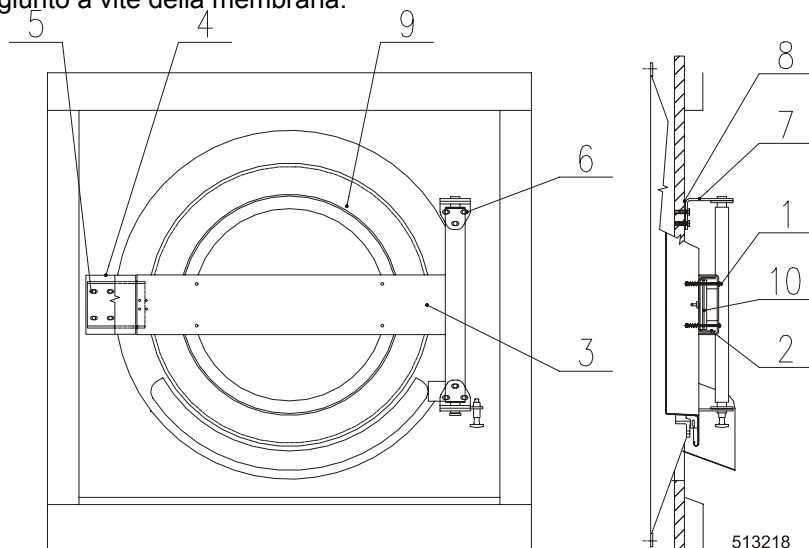

Fig. 5.10.
2. Svitare il tappo del filtro (fig. 5.10., pos. 4) e togliere la rete del filtro (2).
4. Rimettere la rete (2) e la guarnizione (3) nel blocco di filtro ed avvitare il tappo (4).